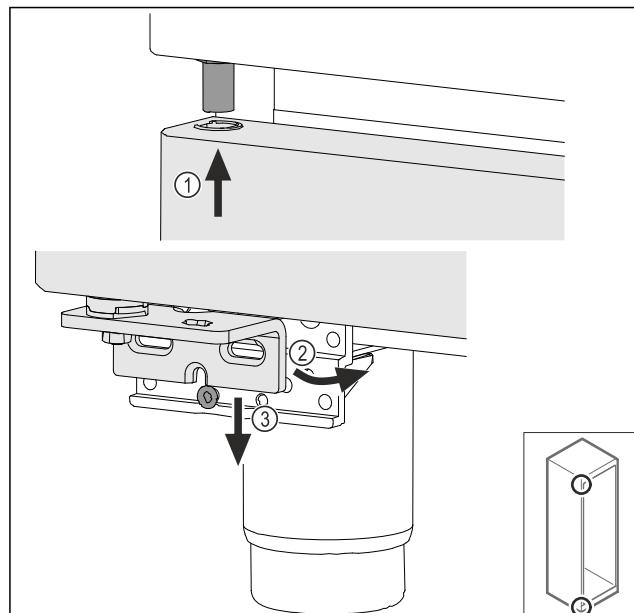

Fig. 39
- ▶ Naviňte hore zlăhka naklonené dvere Fig. 39 (1), rovno vyrovnejte dvere Fig. 39 (2) a nasadte ich dole na skrutku ložiskovej konzoly Fig. 39 (3).